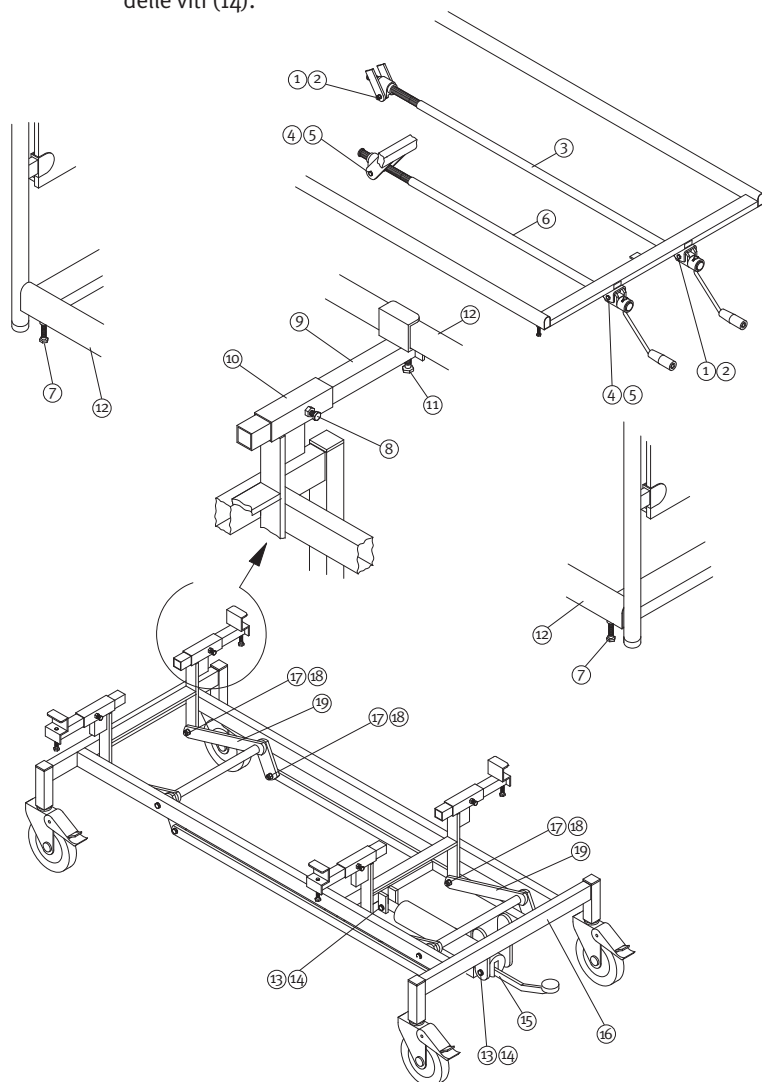

Fig. 12 Controllo periodico delle parti mobili de letto Art. A 7032/AO.
5.1.1 Controlli periodici da eseguire sul letto Art. A 7032/AO (Fig. 12)